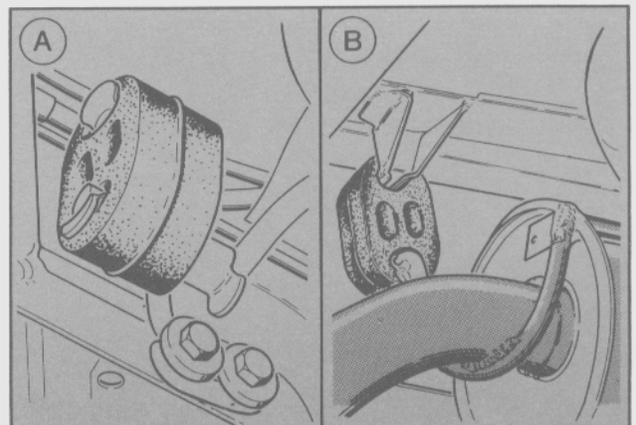

Fig. 17. Aisladores del sistema de escape
- Montar el sistema de escape. Ajustar los tornillos de sujeción del múltiple al torque especificado (Fig. 17).